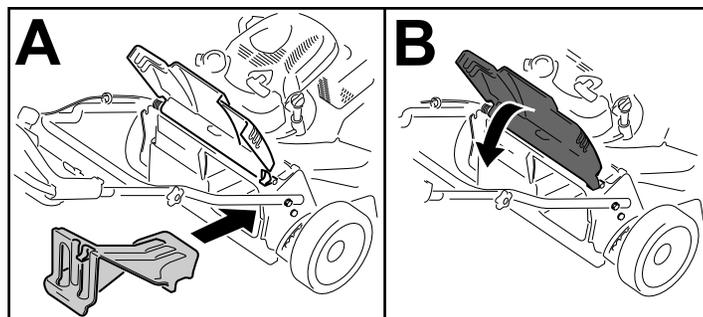

Рисунок 23
**Внимание:** Убедитесь, что задняя выпускная заглушка установлена на своем месте, и произведите утилизацию травы и срезанных листьев (Рисунок 23).